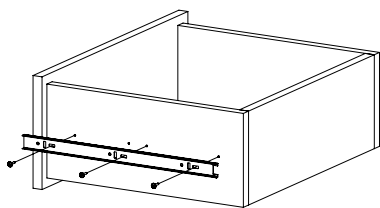

Рис.9
- Закрепите внутренние планки направляющих на деталях 10 и 11 шурупами 3,5x16 (Рис. 9).